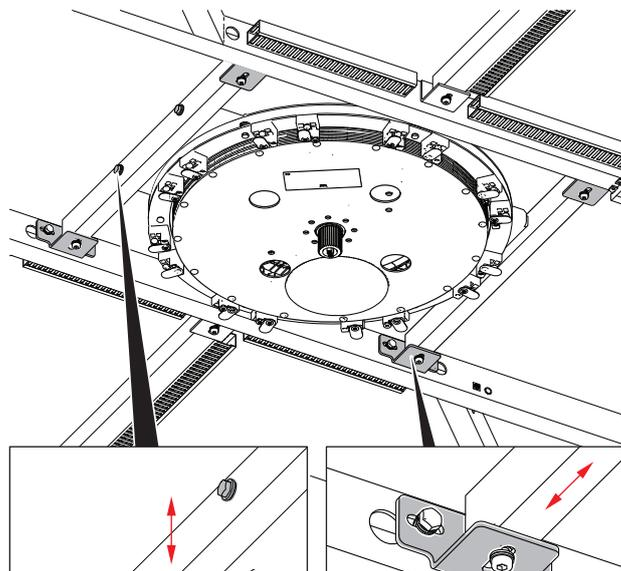

Рис. 65 Крепежные винты и угловые кронштейны
1. Ослабить крепежные винты и угловые кронштейны (рис. 65) привода.
6. Затянуть угловой кронштейн привода (рис. 65). При этом необходимо контролировать моменты затяжки винтов.
Затянуть крепежные винты привода (рис. 65).